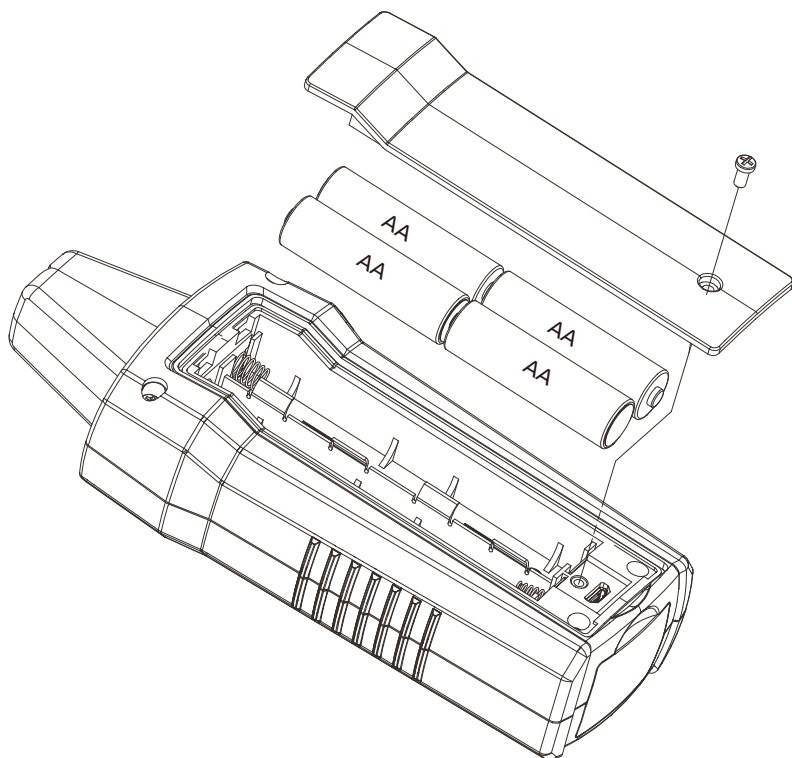

Fig. 5.1: Sådan skifter du modtagerens batterier
4. Udskift batterierne som vist i fig. 5.1. Vend batterierne korrekt som vist i batterirummet.